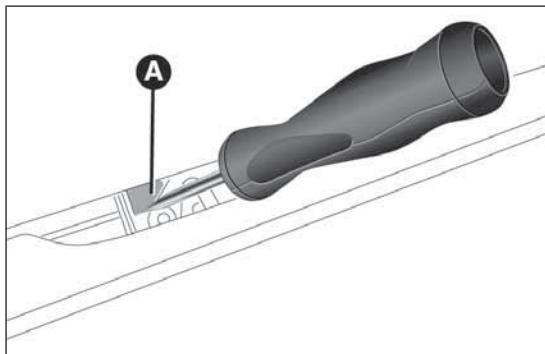

fig. 81
- ☐ con el destornillador retirar la lengüeta de color amarillo A fig. 81;